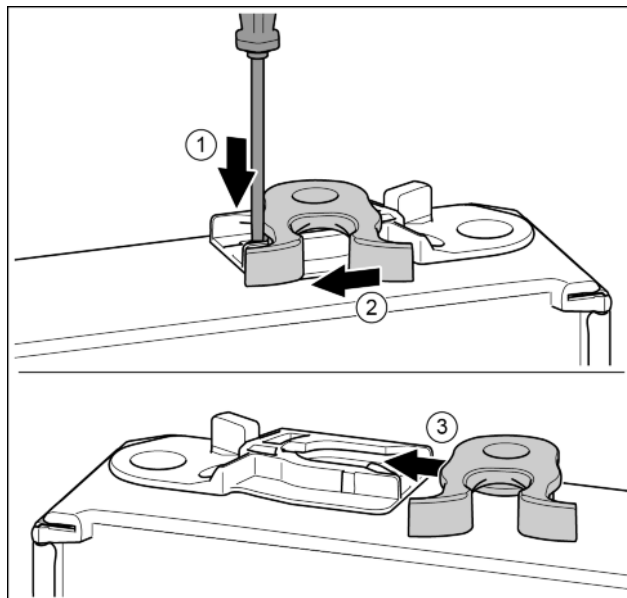

Fig. 18*
- Lasche mit Schlitzschraubendreher nach unten drücken.* Fig. 18 (1)
- Schließhaken aus Führung ziehen.* Fig. 18 (2)
- Schließhaken auf anderer Seite in Führung schieben.* Fig. 18 (3)